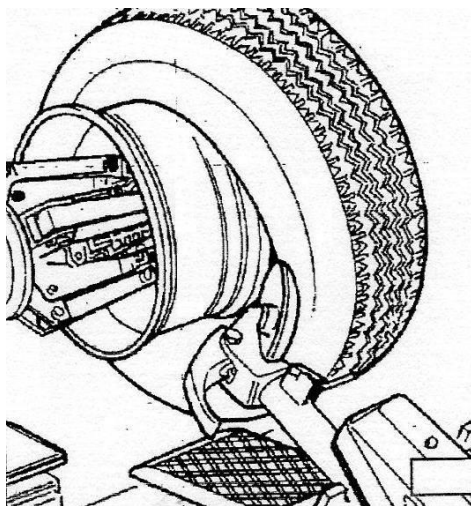

Рисунок 17
- Если шину несложно демонтировать, когда борта ослаблены, надавливайте диском отжима борта на внутреннюю поверхность шины, пока оба борта не отойдут от обода (см. Рисунок 17).